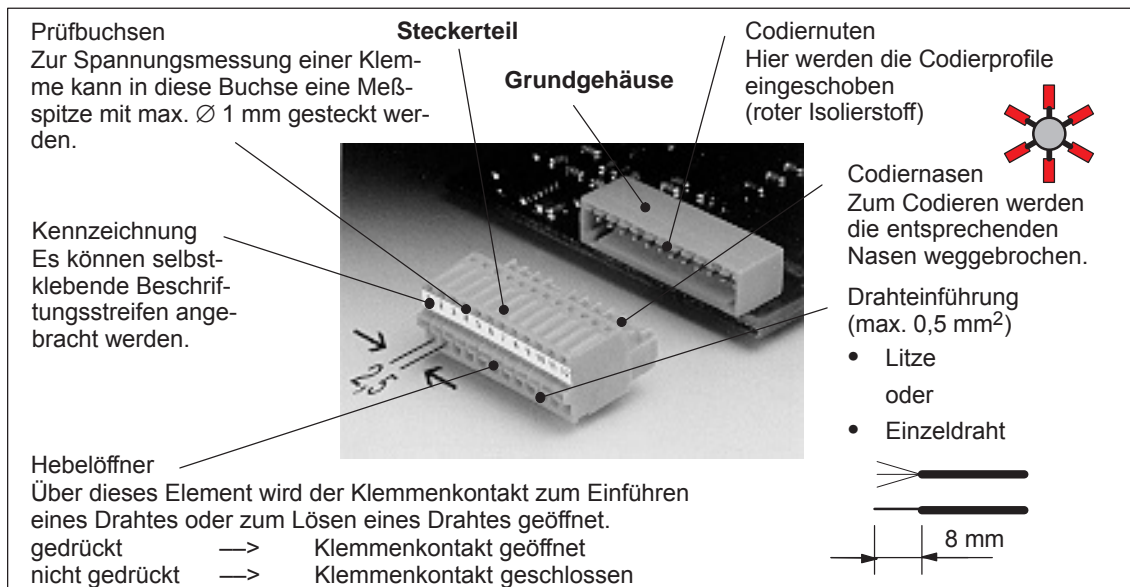

Bild 2-5 Steckverbinder in kompakter Bauform (Ministecker)
- Drahteinführung (siehe Bild 2-5):
- Codierung (siehe Bild 2-5):